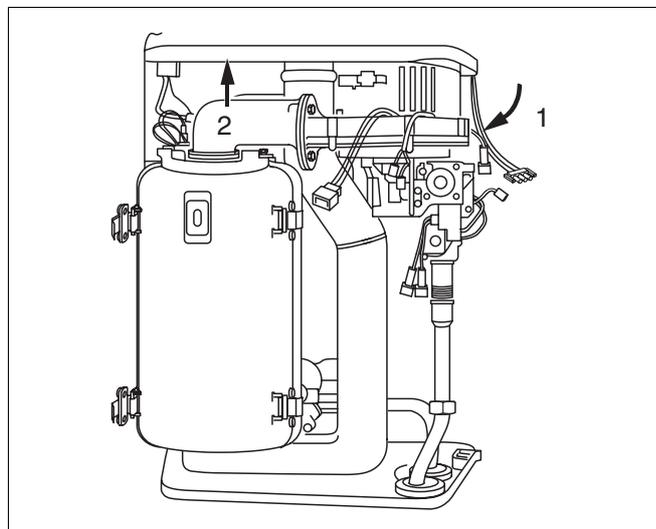

Fig. 57 Sostituzione ventilatore Logamax plus GB122: rimuovere l'unità combinata del gas
- Ruotare in avanti l'unità combinata del gas "KombiVENT" (fig. 57, pos. 1)
- Staccare dalla chiusura a baionetta l'unità combinata del gas "KombiVENT" portandola verso l'alto (fig. 57, pos. 2).